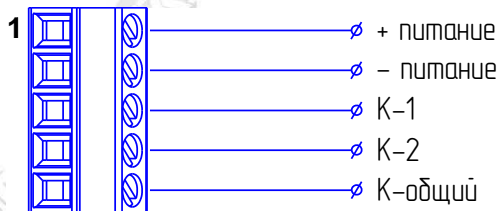

Рис. 8. Датчик положения. Схема подключения
- вставить концы проводов в клеммную колодку 10. Схема подключения рис. 8.